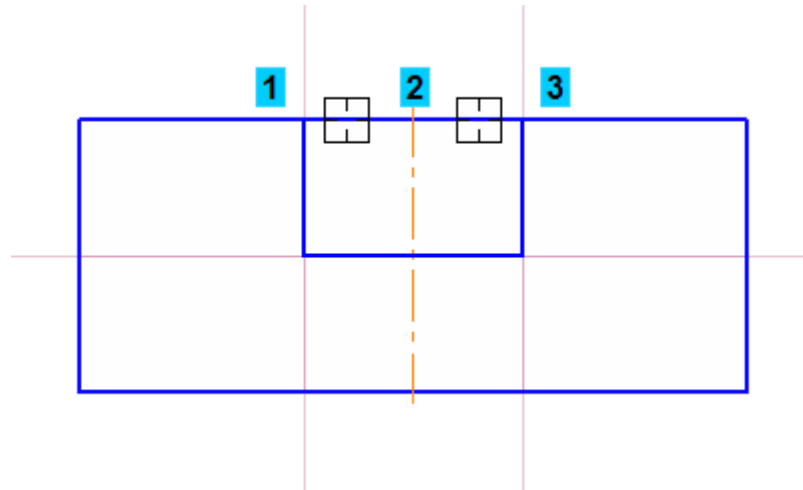

Рисунок 12
- Укажите участки между точками 1–2 и 2–3. (рис. 12)